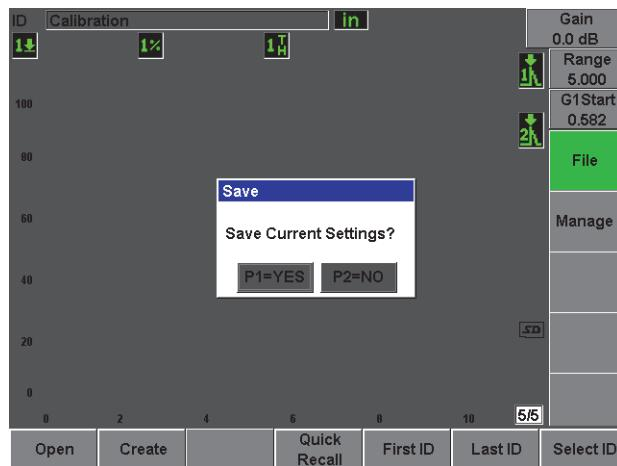

图 2-22 保存对话框
10. 按 **Save** (保存) (参见第 51 页的图 2-22)。